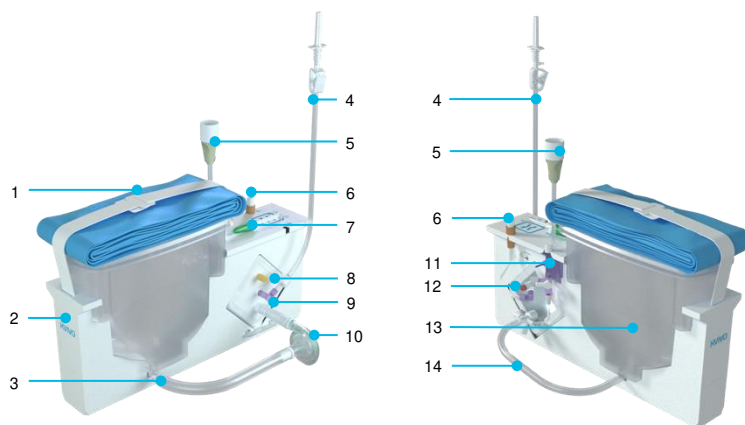

Figure 7 : Cartouche du kit de perfusion Kidney Assist Transport
- Retirez la couverture Tyvek du plateau et sortez la cartouche (figure 7) du plateau. Vérifiez si le produit est intact et si tous les raccords sont bien fixés ; resserrez-les au besoin.
- Connectez la tête de pompe (figure 7, élément 10) au raccord magnétique de la pompe, appuyez fermement dessus pour vous assurer qu'elle est placée correctement.
- Raccordez le capteur de pression (figure 7, élément 5) au panneau de connexion (figure 11).
- Raccordez le tuyau d'oxygène vert (figure 7, élément 7) au connecteur d'oxygène (figure 11). Une fois la connexion d'oxygène établie, la soupape de sécurité du connecteur est ouverte et l'oxygène peut circuler. Il est possible de vérifier la présence d'un débit d'oxygène sur l'indicateur de débit dans le compartiment de la bouteille d'oxygène (figure 12). Si de l'oxygène s'écoule, une bille flottante est visible.
- Ouvrez le capteur de débit en poussant le clip en aluminium pour débloquer le couvercle. Insérez le tuyau d'entrée du réservoir (figure 7, élément 14) et poussez le couvercle pour fermer le capteur (figure 12).
- Déroulez la conduite de remplissage (figure 7, élément 4) et ouvrez le clamp du tuyau sur la conduite de remplissage. Fixez la pointe à un sac/une bouteille contenant une solution certifiée pour perfusion mécanique.
- Retirez le bouchon jaune de la membrane de désaération de l'oxygénateur (figure 7, élément 8). Veuillez conserver le bouchon jaune, il doit être remis en place après la désaération.